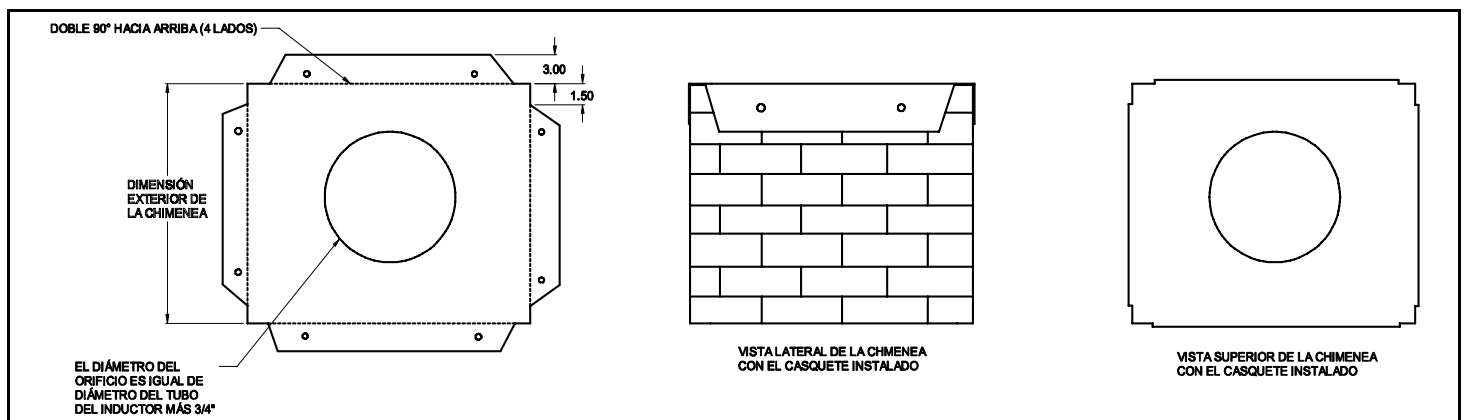

Figura 3
1. Construya un casquete de chimenea que cubra completamente el exterior de la chimenea. (Ver Figura 3)